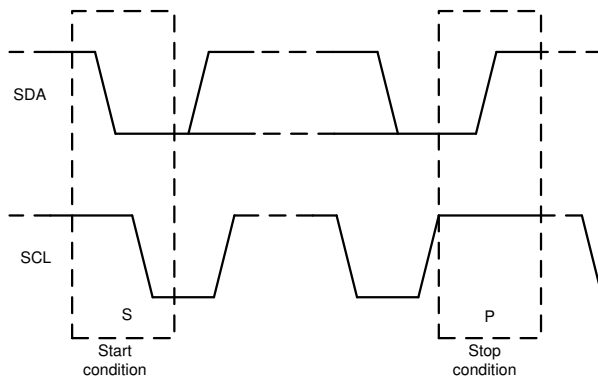

图 7-21. 启动和停止条件
1. 控制器通过产生启动条件来启动数据传输。启动条件是当 SCL 为高电平时在 SDA 线上发生从高到低的转换，如图 7-21 所示。所有与 I2C 兼容的器件都会识别启动条件。
4. 为了用信号指示数据传输结束，控制器通过在 SCL 线处于高电平期间将 SDA 线从高电平拉低来产生停止条件，如图 7-21 所示。此操作将释放总线并停止与寻址的目标器件之间的通信链路。所有与 I2C 兼容的器件都会识别停止条件。在收到停止条件后，将释放总线，然后所有目标器件等待启动条件，接着是匹配的地址。